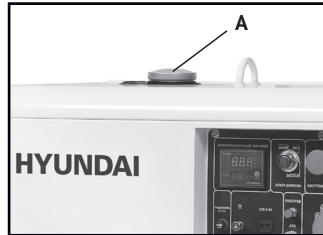

Рис. 8
- Открыть крышку топливного бака (рис.8, А).